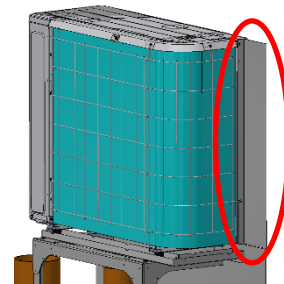

Bild 2
3. Bild2: Oberes Trennbleche an der Wärmepumpe montieren.